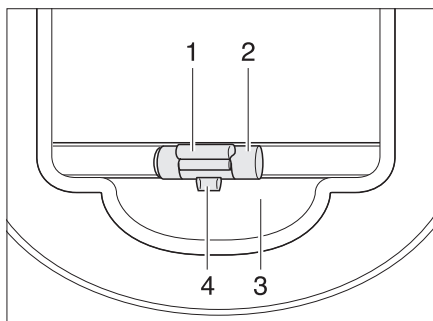

Fig. 27 Oscurante a rullo
- Tirare verso il basso l'oscurante a rullo accompagnandolo con la maniglia (Fig. 27,2) e farlo innestare.
- Tirare leggermente verso il basso l'oscurante a rullo accompagnandolo con la maniglia (Fig. 27,2) e tirare verso l'esterno il listello di sblocco (Fig. 27,1). Il bloccaggio (Fig. 27,4) si sblocca dall'alloggiamento (Fig. 27,3).